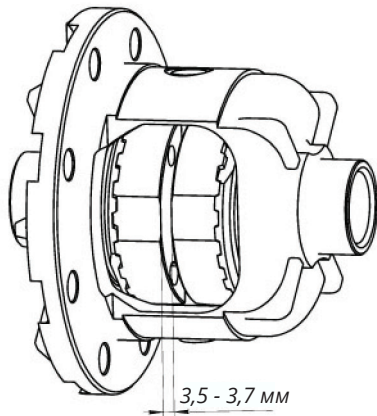

Рис. 5
14. Используя набор плоских щупов, измерьте зазор между муфтами как показано на Рис. 5. Зазор должен составлять от 3,5 до 3,7 мм.